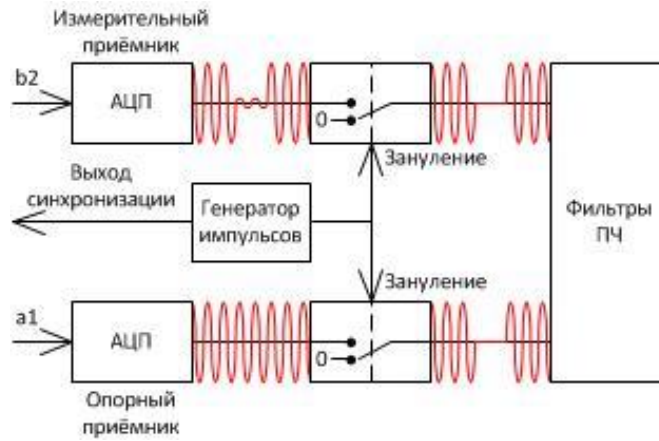

Рисунок 14. Зануление отсчётов ПЧ.
10. Для повышения точности импульсных измерений следует избавиться от переходных процессов. Для этого применяется **блок зануления в «Импульсном режиме»**, который обнуляет отсчёты сигнала на заданном интервале времени с заданной задержкой от переднего фронта импульсного сигнала, рис. 14;